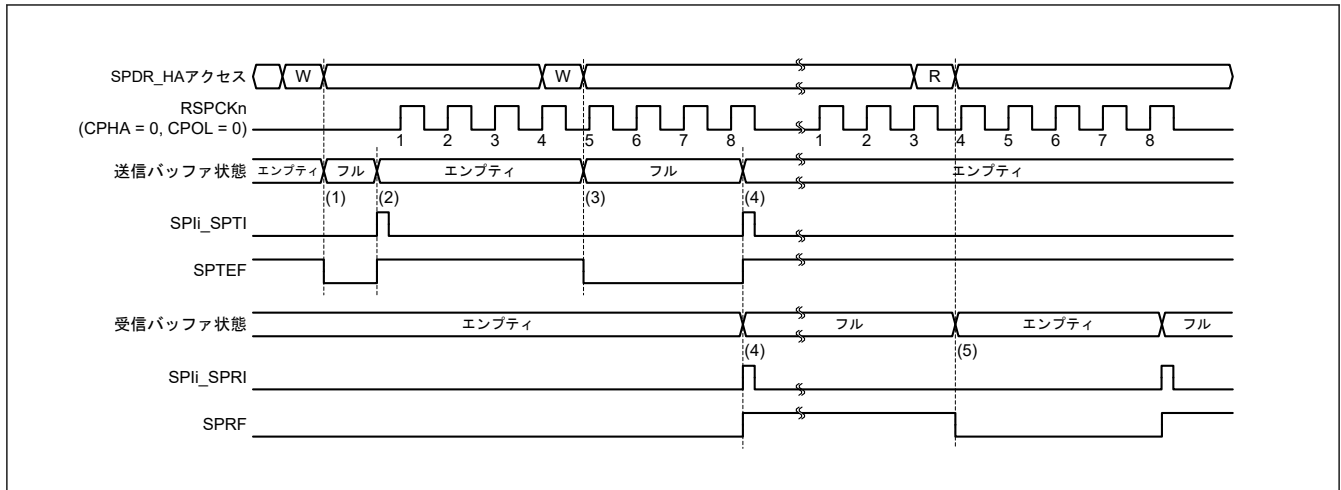
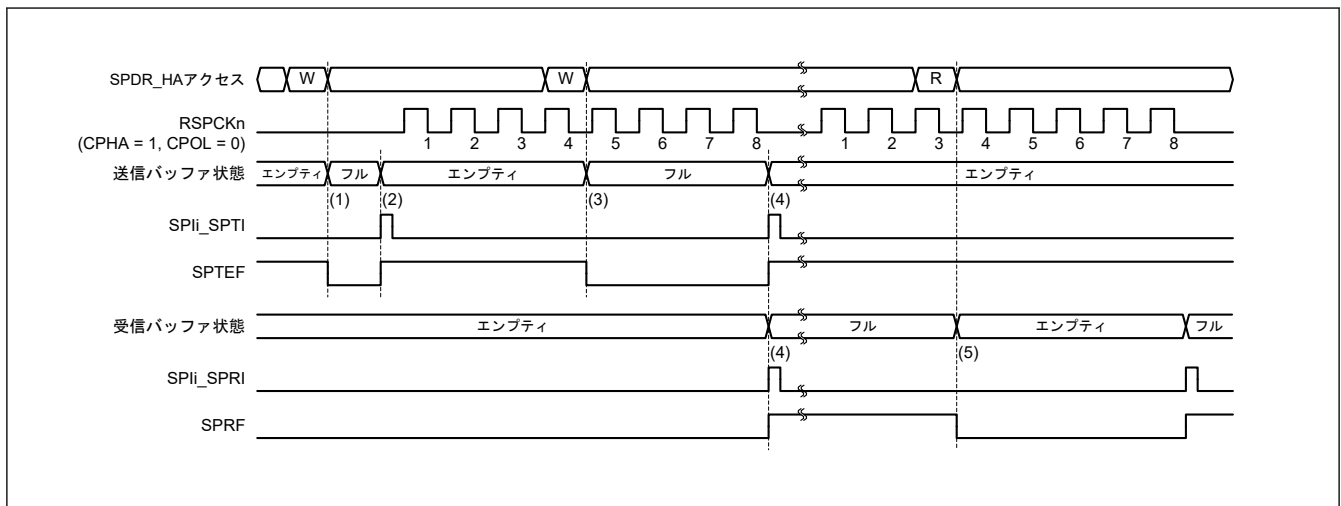

図 30.29 SPIi_SPTI、SPIi_SPRI 割り込みの動作例 (CPHA = 0、CPOL = 0)
図 30.30 SPIi_SPTI、SPIi_SPRI 割り込みの動作例 (CPHA = 1、CPOL = 0)
図 30.29 および図 30.30 に、送信バッファエンプティ割り込み (SPI_i_SPTI) と受信バッファフル割り込み (SPI_i_SPRI) の動作例を示します。図 38.26 および図 38.27 に記載した SPDR レジスタアクセスは、SPDR_HA レジスタへのアクセス状況を示しています。W は書き込みサイクル、R は読み出しサイクルを示しています。図 30.29 では、SPCR.TXMD ビットが 0、SPDCR.SPFC[1:0] ビットが 00b、SPCMDm.CPHA ビットが 0、SPCMDm.CPOL ビットが 0 の設定で、SPI が 8 ビットのシリアル転送を実行しています。図 30.30 では、SPCR.TXMD ビットが 0、SPDCR.SPFC[1:0] ビットが 00b、SPCMDm.CPHA ビットが 1、SPCMDm.CPOL ビットが 0 の設定で、SPI が 8 ビットのシリアル転送を実行しています。RSPCK_n 波形の下に記載した数字は、RSPCK サイクル数 (= 転送ビット数) を示しています。
以下に、図 30.29 および図 30.30 の (1)~(5) での SPI の動作内容を説明します。